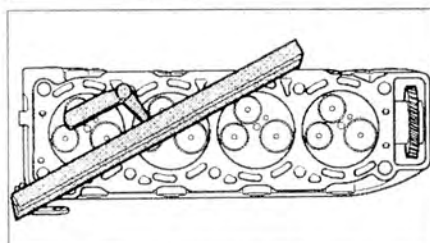

Рис. 4.16. Проверка деформации головки блока цилиндров.
1. Проверьте деформацию головки блока цилиндров (рис. 4.16). **Допустимая деформация:** 0.1 мм. Если деформация больше допустимой, головку блока цилиндров необходимо перешлифовать.